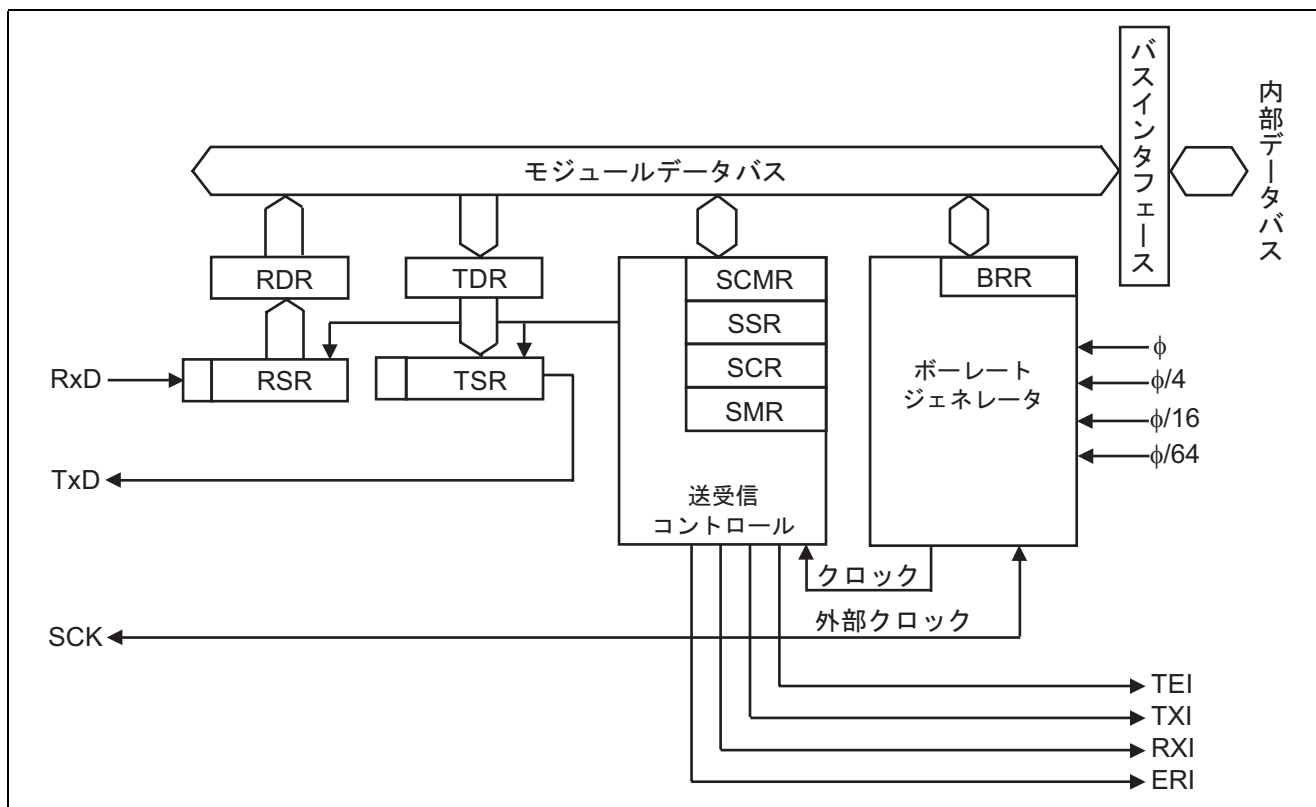

図2 クロック同期式シリアルデータ受信のブロック図
(1) シリアルコミュニケーションインタフェース (SCI) のブロック図を図 2 に示し、以下に SCI のブロック図について説明します。